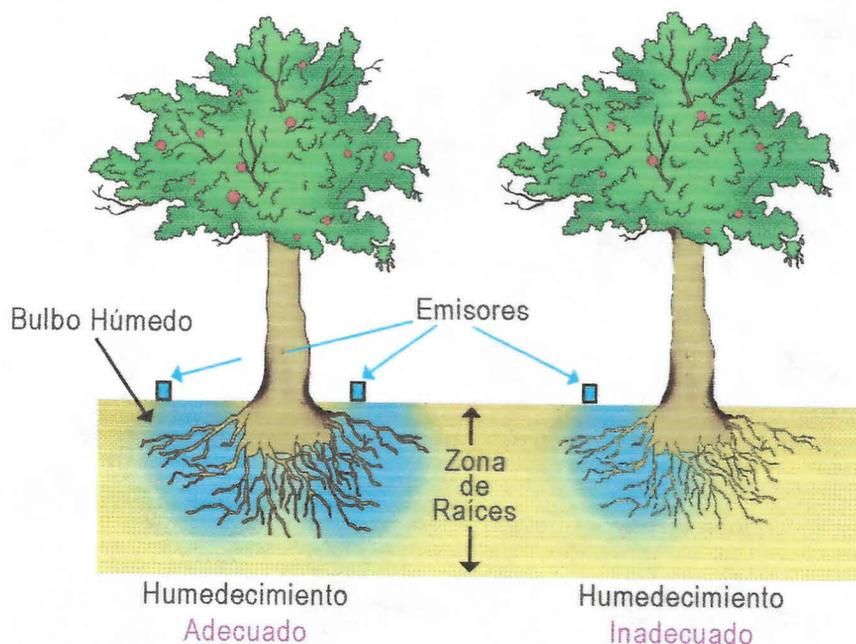

Figura 12: Área de suelo humedecido con riego localizado (goteo o micro-jet).
- La zona radicular del cultivo se mantiene casi todo el tiempo con la humedad requerida, además de permitir una buena aireación en sus raíces. (Figura 12)
- Además puede haber una inadecuada distribución de la humedad (Figura 12).